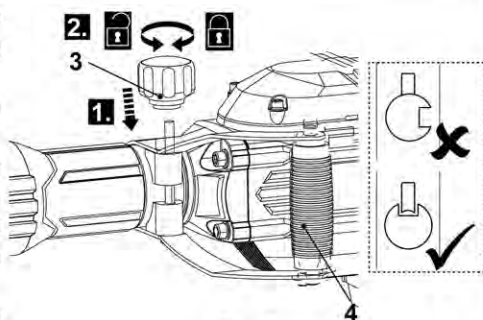

Fig. 3
>Aperte o maçaneta (3) para fixar a pega auxiliar (4) na posição (Fig.3).